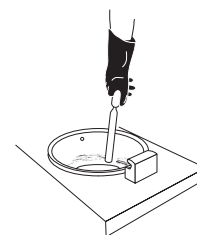

FIGURE 15
9. **Nettoyage après chaque cuisson** – raclez la ligne de croûte de la cuve avec la spatule (fournie) (Figure 15). Brossez les serpentins de chauffage à l'avant et à l'arrière avec la brosse en téflon blanc (fournie). Essuyez l'excès d'humidité sur le couvercle de la friteuse avec une serviette sèche.
2. **Grattez la ligne de croûte** de la cuve à l'aide d'une spatule et brossez les serpentins de chauffage (Figure 15).